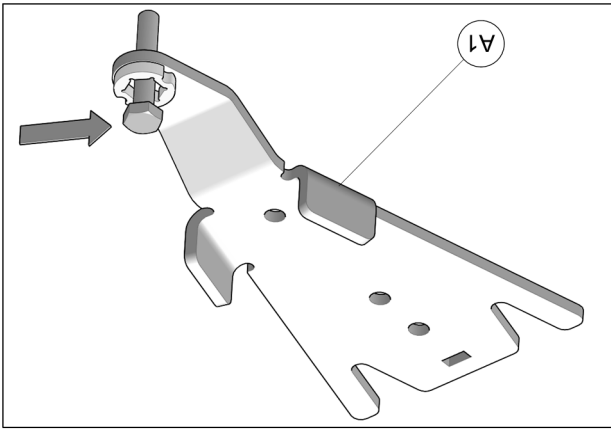

Fig. 14
4. Insérer un boulon à l'extrémité de chacun des ancrages de suspension avant (A1). Fig. 14